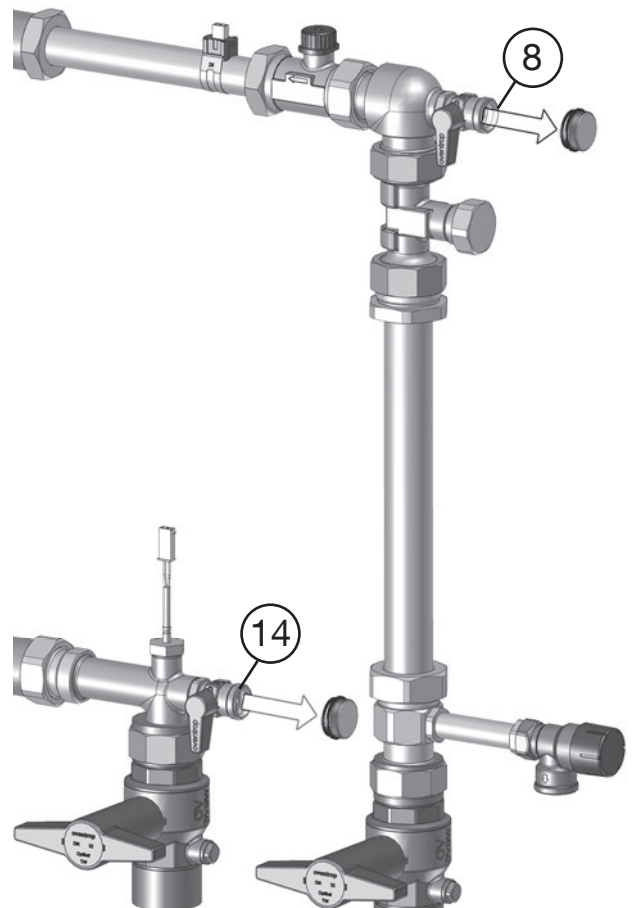
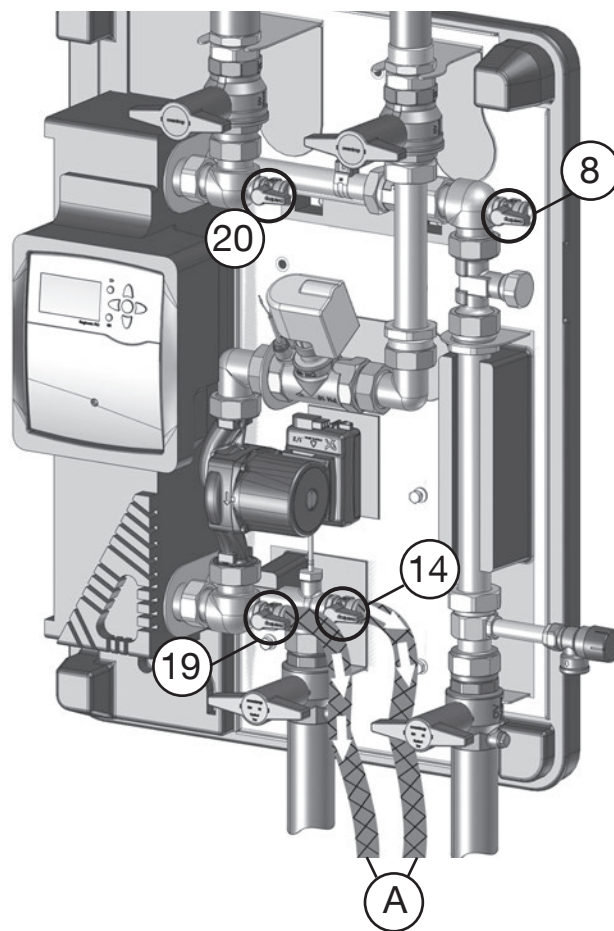

Fig. 5.2: D  visser les capuchons de fermeture des robinets de vidange et de remplissage    tournant sph  rique
Fig. 5.5: Vidanger la tuyauterie et l'échangeur de chaleur
3. D  visser les capuchons de fermeture des robinets de vidange et de remplissage    tournant sph  rique (8 et 14) (Fig. 5.2).
3. Dévisser les capuchons de fermeture des robinets de vidange et de remplissage à tournant sphérique (8, 14, 19, 20, voir aussi Fig. 5.2 en page 31.).
4. Equiper les deux robinets de vidange et de remplissage à tournant sphérique inférieurs (14 et 19) d'un tuyau d'évacuation (A).
5. Ouvrir les robinets de vidange et de remplissage à tournant sphérique (8, 14, 19 et 20) pour vidanger la tuyauterie et l'échangeur de chaleur (Fig. 5.5).